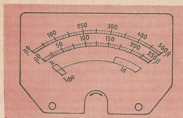

FIG. 3 — Desenho da escala a ser adotada no provador.
Uma última observação na parte da montagem é quanto ao painel do instrumento. Para maior facilidade fornecemos na Fig. 3 o desenho que foi adotado no medidor do protótipo. Caso o leitor não queira refazer o painel, será necessário fazer as devidas conversões durante as medidas realizadas. É importante notar que o instrumento deverá ter sua escala com cinco divisões principais, sem o que haverá imprecisões de leitura.
2. Feito o item 1, apertamos CH2 (medição de I_d — corrente direta), com o que deveremos ter uma deflexão no miliamperímetro, ficando a agulha dentro da faixa marcada com a inscrição I_d (Fig. 3). Se não obtivermos esta leitura, ou se a agulha não sair de sua posição de repouso, podemos concluir que o diodo está defeituoso.
3. Sem alterarmos as conexões feitas ao diodo sob prova, e tendo o mesmo passado neste primeiro teste, apertamos CH4 (medição de I_i — corrente inversa) e a agulha do medidor deverá passar da deflexão sobre a faixa correspondente a I_d para a de I_i no começo da escala (Fig. 3). Se o diodo em teste obtiver estas leituras, concluiremos que ele está em boas condições.
4. A leitura do coeficiente β (ganho) será feita sobre as duas escalas superiores do medidor de acordo com a tecla apertada (superior para β -500 e imediatamente inferior para β -250, conforme podemos ver na Fig. 3).